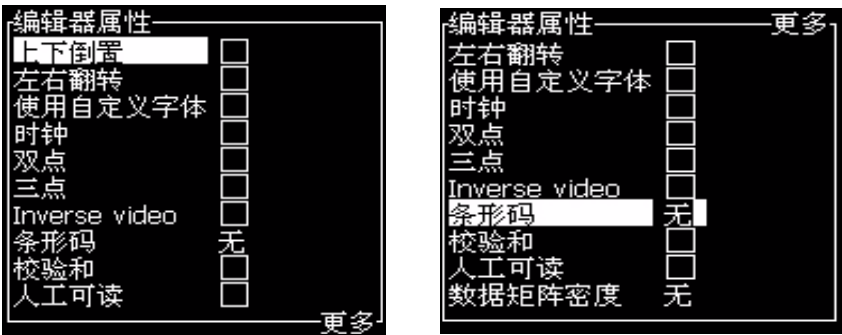

图 5-13: 编辑器属性菜单
- 1 从 *Editor（编辑器）* 菜单选择 *In-line Attributes（行内属性）*（按 *ALT + E*）。出现 *Editor Attributes（编辑器属性）* 菜单（请参阅第 5-25 页的图 5-13）。